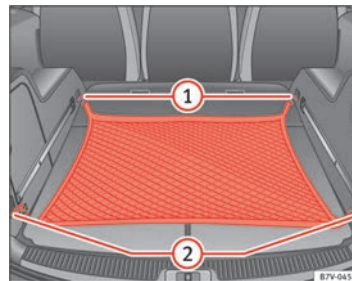

Abb. 100 Im Gepäckraum: Flach eingehängtes Gepäcknetz. ▶
- Haken des Gepäcknetzes in die Verzurrösen ⇒ Abb. 100 ① und ② einhängen.